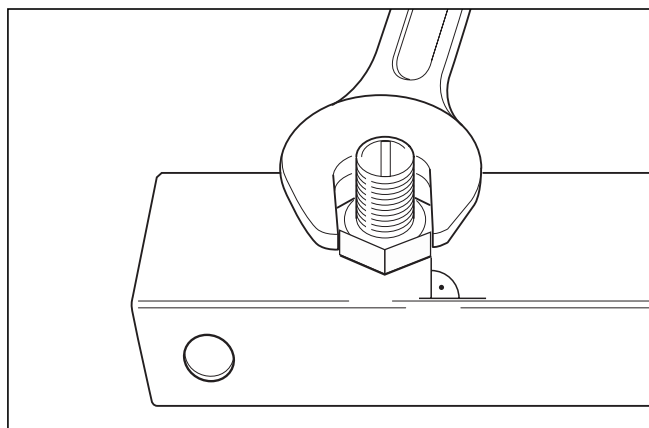

Bild 4.11 Montering av skruvar för solpanelshållare i vinkelprofilerna
- Kontrollera att muttrarnas sidor står i rätt vinkel mot profilens längssida – som på bild 4.11.